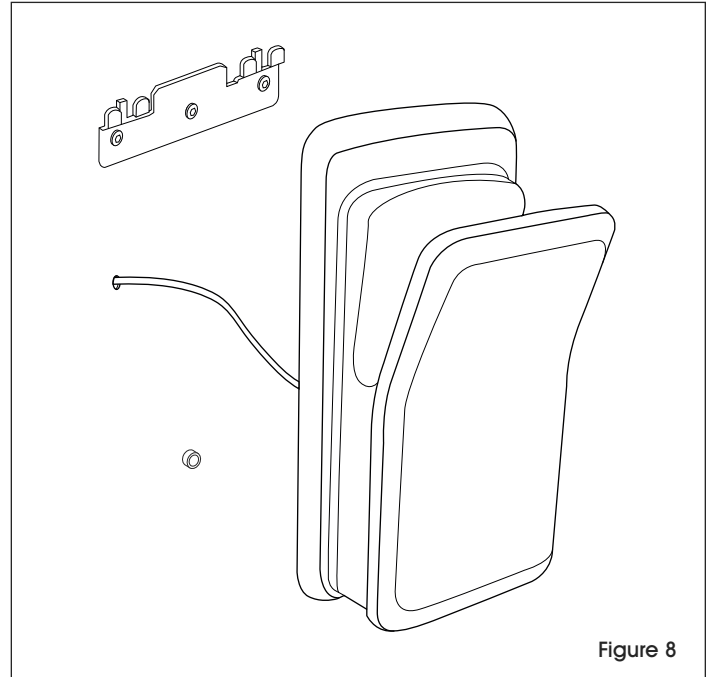

Figure 8
12. Placez le sèche-mains sur le support mural. (Voir Figure 8)